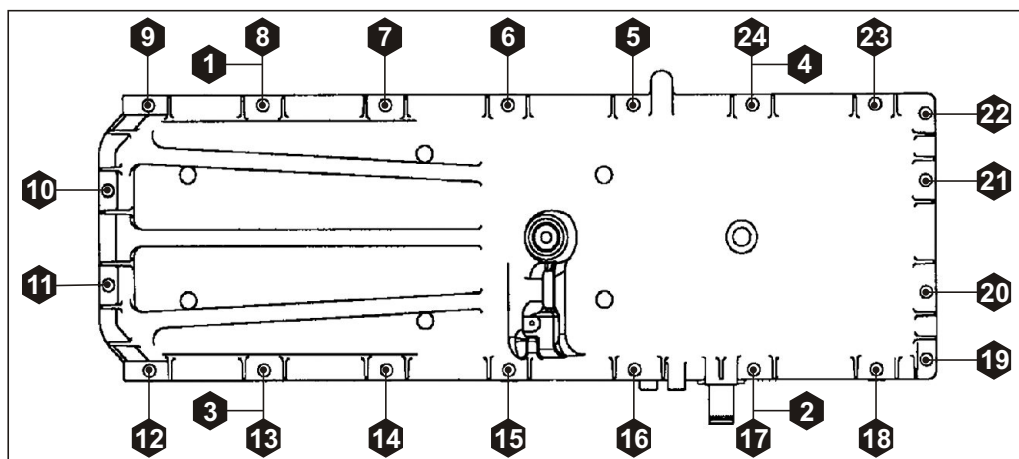

Рис. 113. Порядок затяжки болтов крепления картера масляного.
6. Завернуть гайки согласно порядку, указанному на Рис. 113, и затянуть моментом $M_{кр} = 20 \pm 4$ Нм.